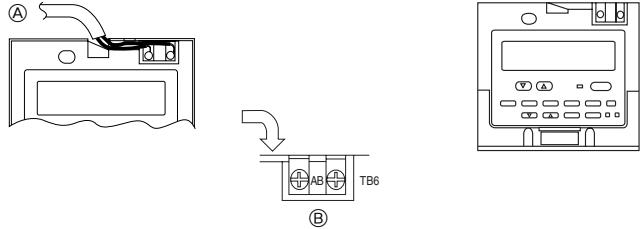

Fig. 9-4
2) Méthodes de connexion (Fig. 9-4)